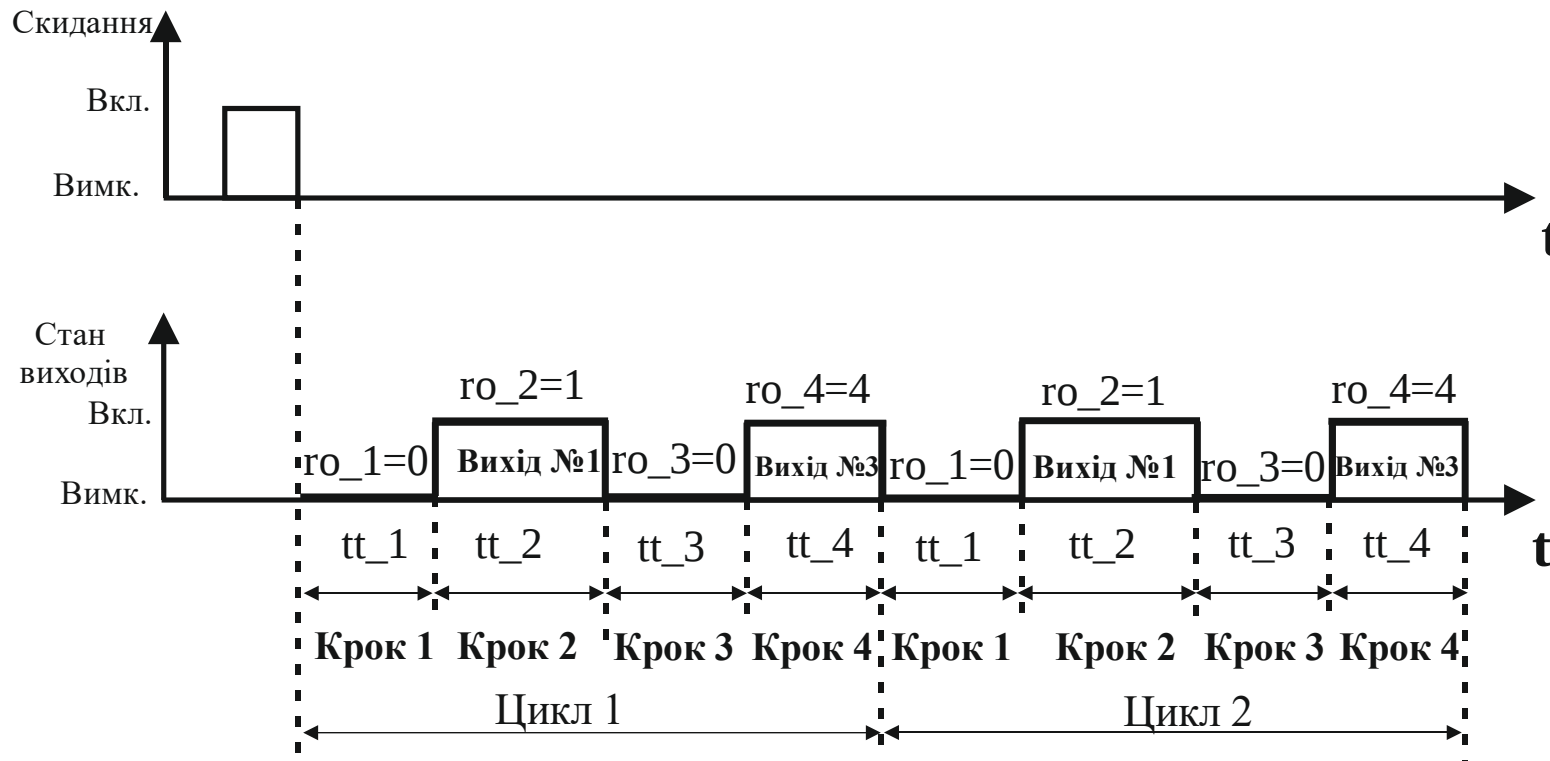

Рисунок 3.2 – Часова діаграма роботи приладу
3.4.2.9 Параметр "Кількість циклів" - LoOP - визначає кількість циклів при роботі приладу (див. Рисунок 3.2). Максимальна кількість циклів 99. При установці параметра в 0 прилад працює в режимі нескінченного циклу.